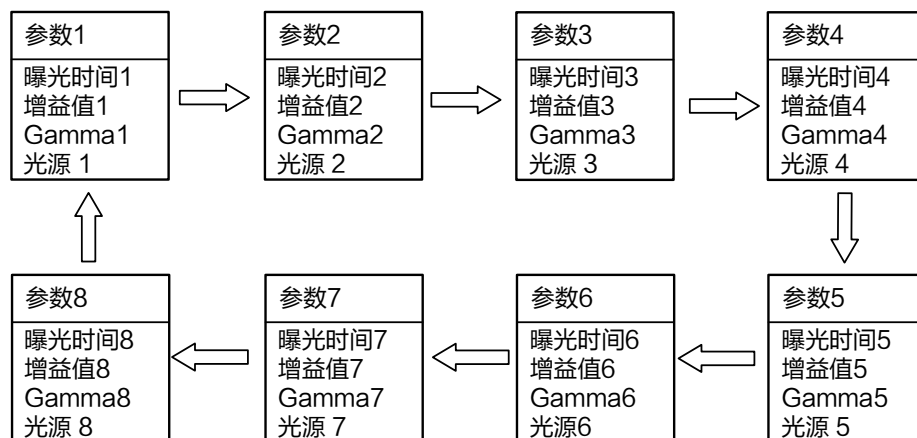

图3-12 轮询示意图
3. 从轮询参数的 Param1~Param8 中选择 2~8 套参数，通过所选参数下的轮询参数使能决定该组参数是否参与轮询。8 套参数之间的轮询示意图如图 3-12 所示。